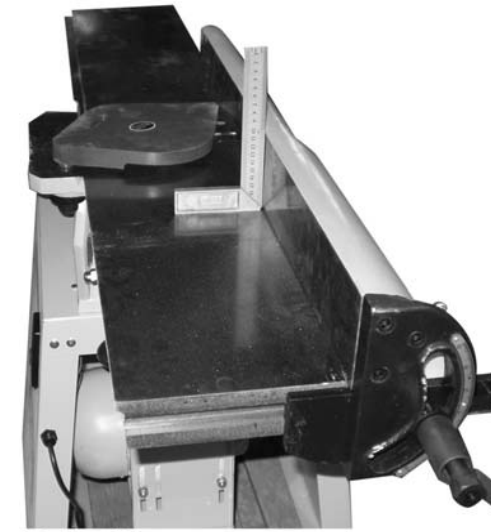

Рис.18
- Установите угольник к направляющей планке и поверхности рабочего стола, Рис.18. Направляющая планка и рабочий стол должны быть под углом 90° друг к другу. Если нет, ослабьте фиксирующую ручку (18) направляющей планки, ослабьте фиксирующую гайку (23) и поверните ограничительный болт (22), чтобы получился прямой угол. Закрепите в этом положении путем затягивания фиксирующей гайки (23), Рис. 17.